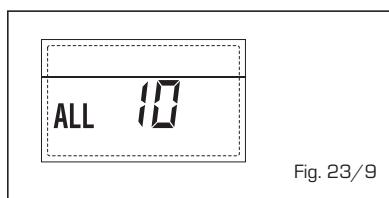

Fig. 23/9
- INTERVENCIÓN SONDA HUMOS "ALL 13" [fig. 23/10]